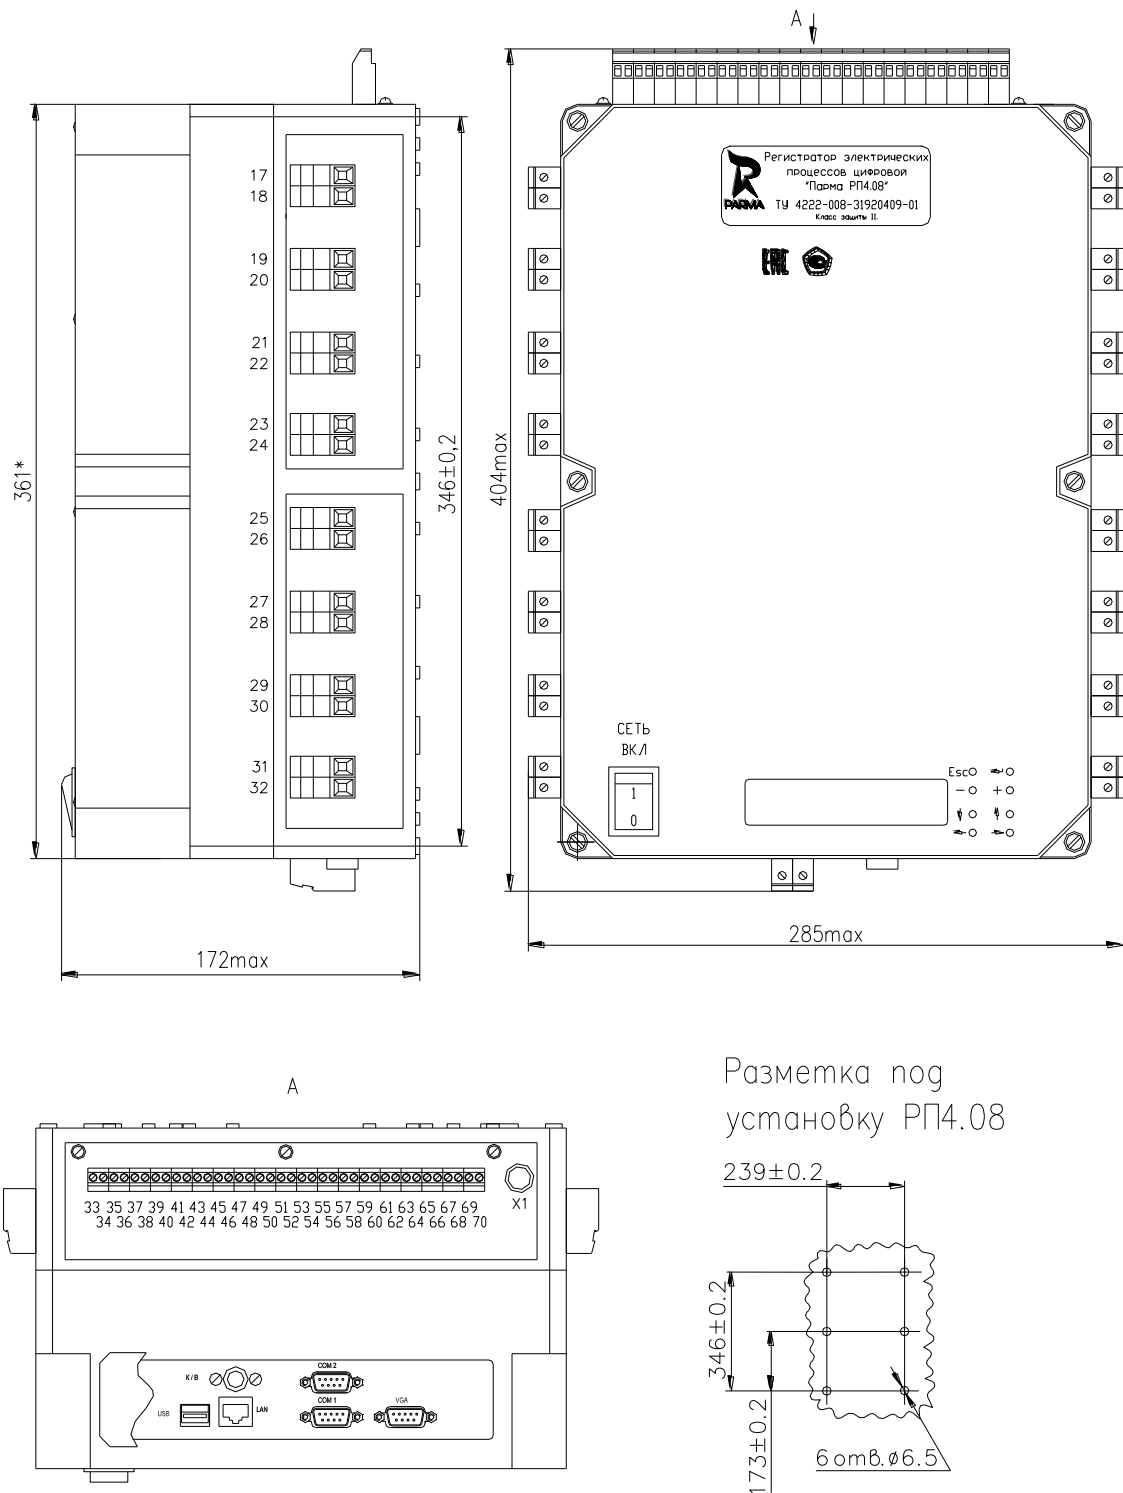

Рисунок 6 -Разметка панели под установку регистратора. Габаритный чертеж.
5.4.7.1 Подсоединить стандартную клавиатуру через переходник клавиатуры (поставляется в комплекте блока регистрации) к гнезду на стенке крышки регистратора, рисунок 6.